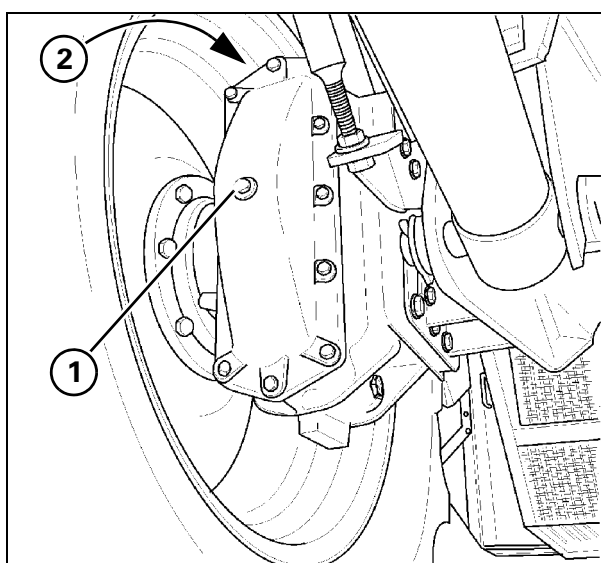

Рис. 40
**32. Картеры конечного привода - Рис. 40**